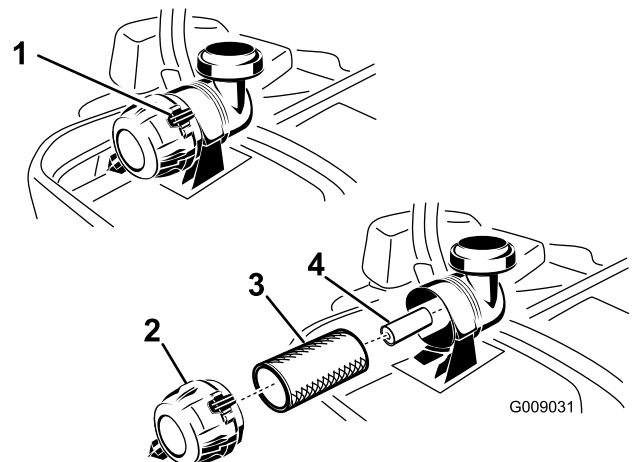

Figure 42
4. Ouvrez les attaches du filtre à air et détachez le couvercle du boîtier du filtre (Figure 42).
- Sortez le préfiltre du boîtier du filtre avec précaution (Figure 42).
- Si vous remplacez l'élément interne, insérez-le avec précaution dans le boîtier du filtre (Figure 42).
- Glissez le préfiltre sur l'élément de sécurité avec précaution (Figure 42).
- Montez le couvercle, reniflard en bas, et tournez-le pour que les attaches verrouillent le couvercle en place (Figure 42).